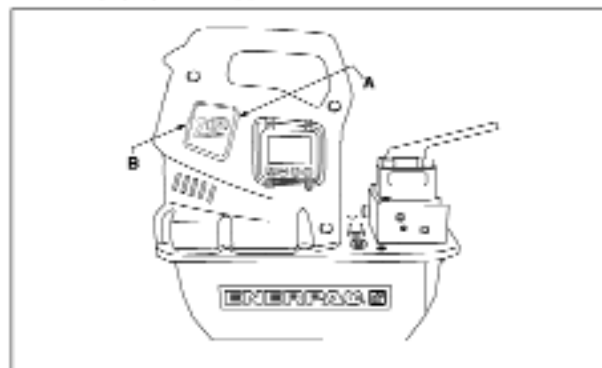

图11，拆除电刷盖
2. 偏转电刷盖的销子（B），慢慢地向外拉，即可拆除两个电刷盖（A）（见图11）。
在打开保护罩之前先断开装置的电源。从前支架拆除半个LCD保护罩以及一个小孔插座。将导线穿过正面的支架，连到电源板上（见图11），要确保消除应力。再将此半个保护罩装上。